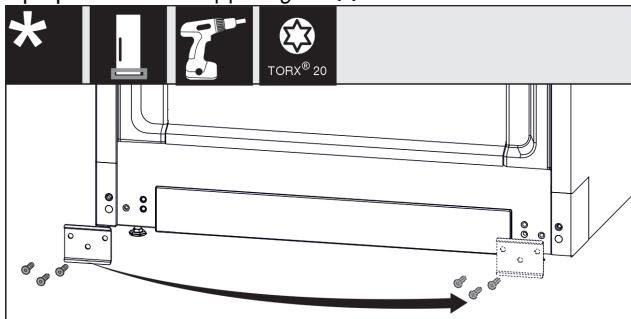

Fig. 15
- Ξεβιδώστε το έλασμα Fig. 15 (1), μεταφέρτε το στην άλλη πλευρά και βιδώστε το ξανά.